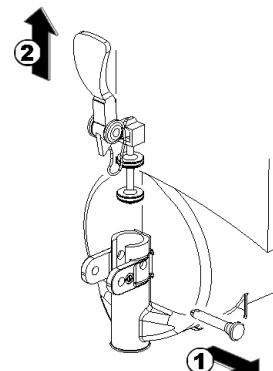

figura 10
- 5** Desenfilar el grifo respetando la secuencia indicada (ver figura 10).
3 Armar de nuevo el grifo sobre el contenedor siguiendo la secuencia inversa a la detallada para el desmontaje (verde figura 10).